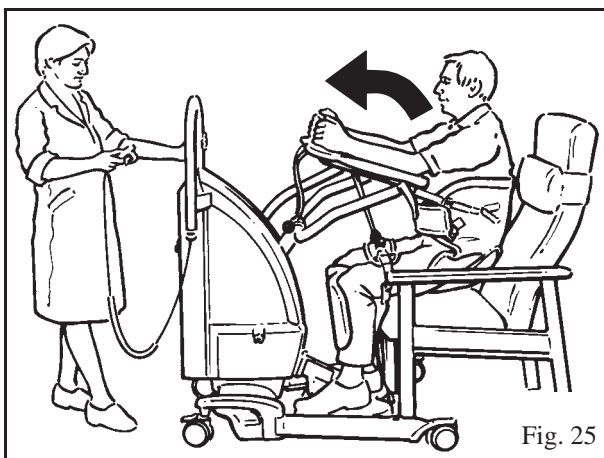

Fig. 25
7. Azionare il pulsante di sollevamento sulla pulsantiera o sul pannello di controllo doppio e continuare a sollevare fino a che ciascuna cinghia di attacco entra in tensione e la schiena del paziente si solleva dalla sedia, poi interrompere il sollevamento (vedere Fig. 25).